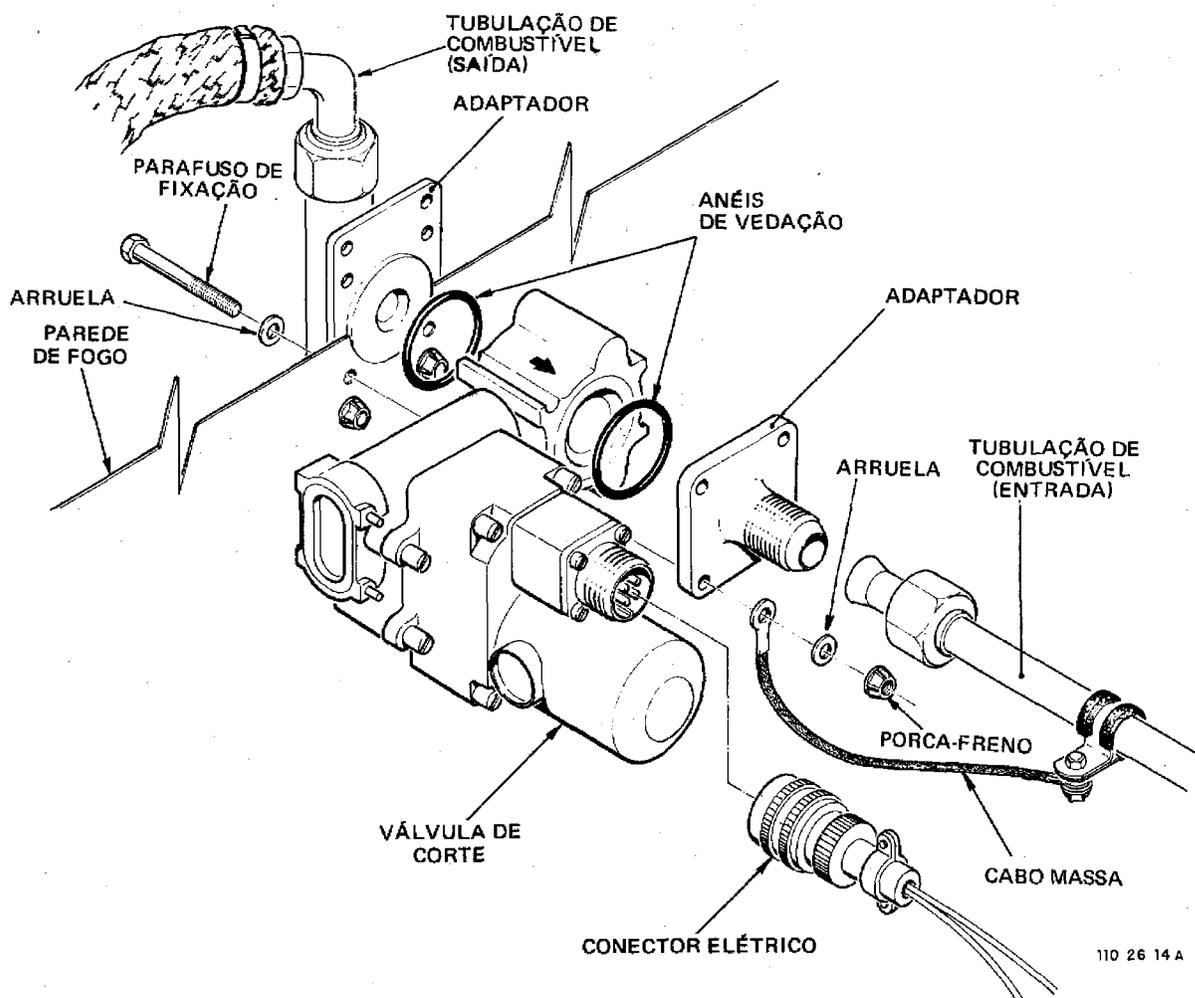

Figura 3-10. Instalação da Válvula de Corte
3-31. VÁLVULA DE CORTE (figura 3-10)
1. Instale a válvula juntamente com os adaptadores especiais providos de novos anéis de vedação (veja a figura 3-10).